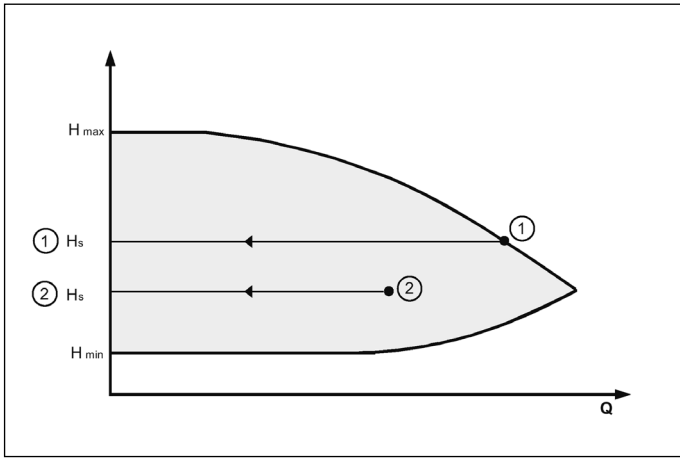

Fig. 4
- **Δp-c:** Elektroniken håller inställt differensstryck H_s (Fig.4) konstant vid alla flödesbehov.